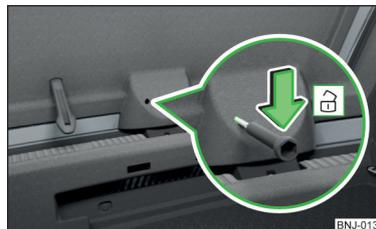

Fig. 195 Destrancar tampa
- Insira uma chave de parafusos ou uma ferramenta semelhante na abertura do revestimento da tampa » Fig. 195 até ao batente.